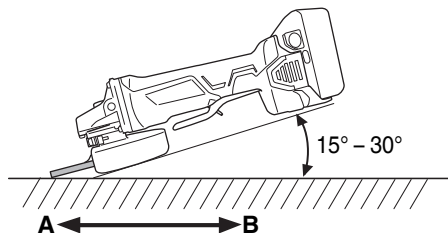

Fig. 8
7. Compruebe el botón pulsador. Cerciérese de que el botón pulsador esté desenganchado presionándolo dos o tres veces antes de conectar la alimentación de la amoladora. (Fig. 8)
Realice la operación de amoladura con el borde de la rueda levantando la amoladora de 15 a 30°, como se muestra en la Fig. 8.
5. Mueva la amoladora en el sentido apropiado. Cuando utilice una rueda de disco abombado nueva en el sentido A (Fig. 8), el borde de la rueda puede cortar la pieza de trabajo. En este caso, realice la operación de amoladura en el sentido B (Fig. 8). Cuando se haya gastado el borde de la rueda, la pieza de trabajo podrá amolarse en ambos sentidos.